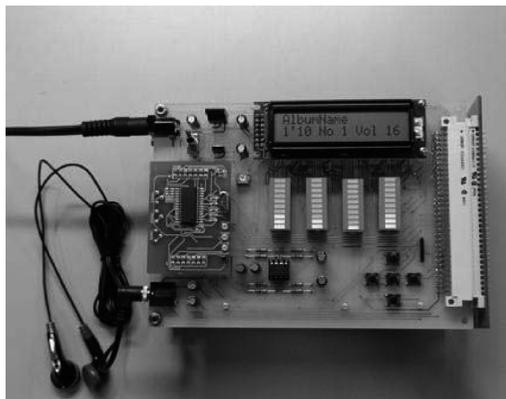
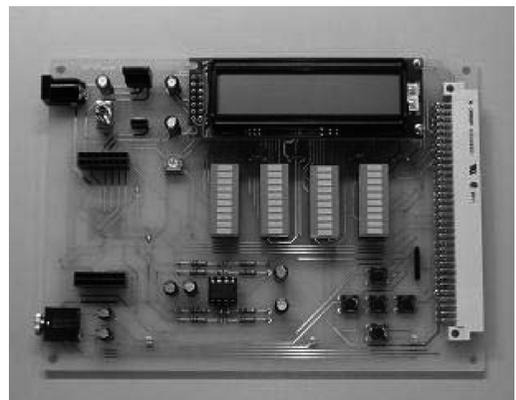
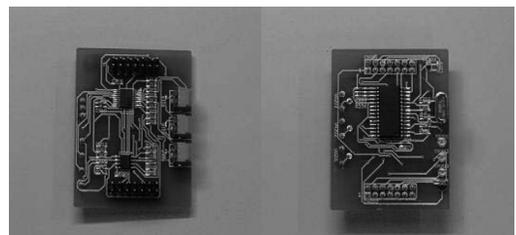
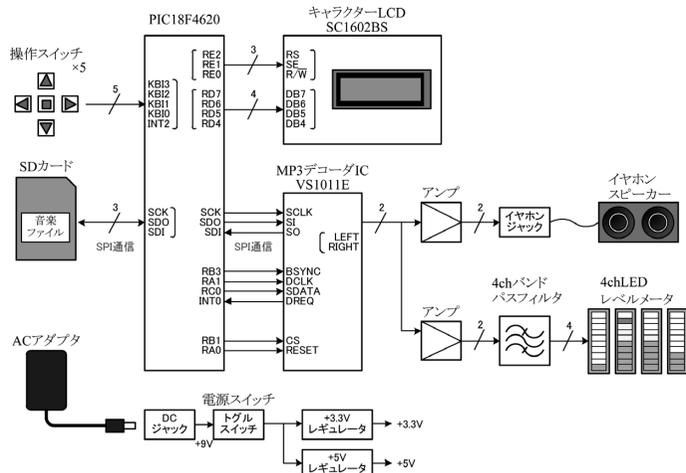

図1 電子機器「MP3プレーヤー」の構成
図2 MP3プレーヤー組立基板
図3 デコーダ基板
図4 MP3 プレーヤーの動作ブロック図
電子回路基板・機器)を設計し製作する競技仕様を提示するが、上記①～④の各スキルを、的確に評価するために、競技を複数の競技課題で構成実施する。本競技を構成する競技課題は当日公表するが、上記③のスキルを評価する組立て競技課題「MP3プレーヤー」の組立てについては事前に公表する。電子機器「MP3プレーヤー」は、SDカードに書き込んだMP3形式の音楽ファイルを再生し、4つの周波数帯をレベルメータに表示する電子機器(図1)であり機器は大きく2つの基板から構成される。1つはプレーヤー組立て基板(図2)でこの基板にはさらに(図3)に示すデコーダ基板を実装。もう1つは、PICマイコンを搭載したCPUボードである。この2つの基板は、スタックボードを用いて30mmの間隔で接続する。動作ブロック図(図4)により、音楽ファイルが格納されたSDカードは、CPUボードのスロットルに挿入すると、PICマイコンが、音楽データを読み出し、デコーダICに送られ再生、イヤホンやスピーカーで聞くことができる。同時に音楽信号は、レベルメータで電圧レベルが表示される。機器の操作は、十字に配置された5つの操作スイッチで行い、曲名などの情報は、LCDに表示される。スタックボードのバス信号割り付け、MP3デコーダ基板のコネクタのピン割り付けは表(略)に示される。